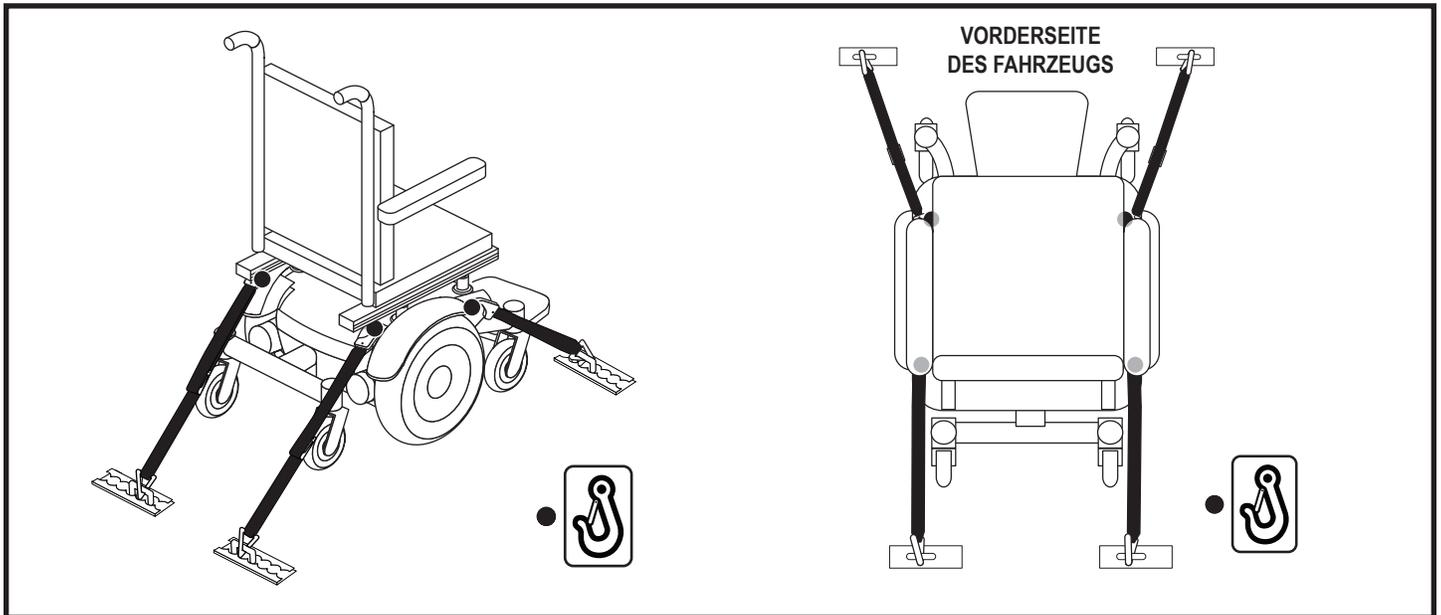

Bild 10. Sicherungspunkte des Befestigungssystems
- Positionieren Sie die Ankerpunkte für die hinteren Sicherheitsgurte direkt hinter den hinteren Sicherungspunkten des Elektrorollstuhls. Die vorderen Sicherheitsgurte müssen an Ankerpunkten am Boden befestigt werden, deren Abstand die Breite des Elektrorollstuhls übertrifft. Dadurch wird eine höhere Seitenstabilität erreicht. **Siehe Bild 10.**